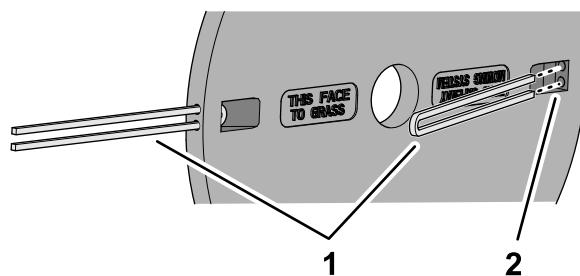

图 26
- 用两条等长的新剪草线路替换现有的剪草线路如图 26 所示。